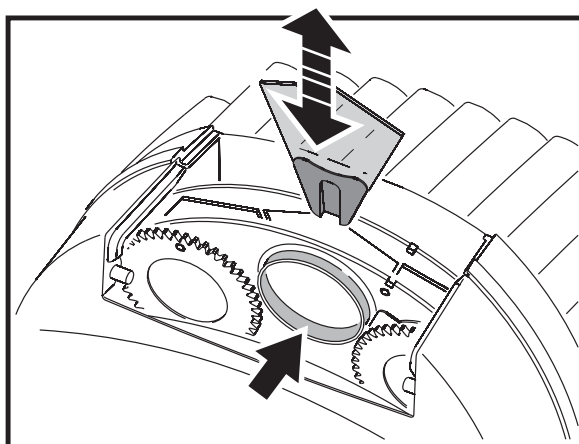

Figure 15: Changement de gobos et de filtres
5. Pour retirer un filtre de couleur, tournez la roue de gobos pour faire apparaître la position vide (voir Figure 15) en face du filtre. Appuyez délicatement sur le filtre vers la lentille frontale pour le libérer, saisissez-le par les bords et glissez-le hors de la machine. Si vos doigts sont trop gros, protégez le filtre avec un morceau de papier plié plusieurs fois sur lui-même et attrapez le filtre avec des brucelles.